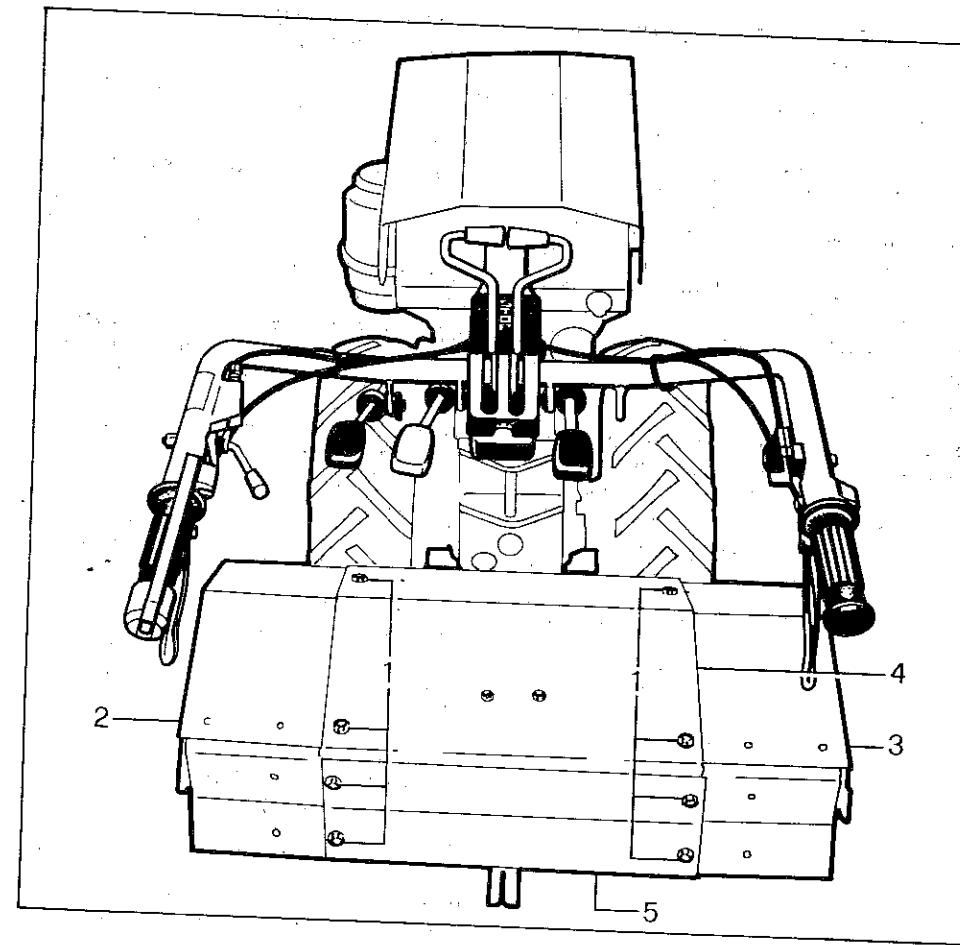

Fig. 23 - Bild 23
*The tiller is provided with an adjustable hood which can be regulated in various extensions to be made fit to the hoes working width. Adjustment procedure: remove screws (see figure 23, item 1) which hold the two side hoods (2) and (3) to the central part (4). Bring extension to the value desired and secure the side hoods again by screws (1) using the holes close to the welded nuts inside the hood. Just do the same as described to adjust lining-up (5).*
La variation aux binettes effectuée, il y aura lieu d'arranger en conséquence la largeur du capot. La fraise est dotée d'un capot réglable pouvant être placé en largeurs différentes pour s'adapter à la largeur de travail des binettes. Pour obtenir le réglage, enlever les vis (fig. 23, rep. 1) fixant les deux capots latéraux (2) et (3) à la partie centrale (4), amener la largeur à la valeur voulue et re-fixer les capots latéraux au moyen des vis (1) en se servant des trous à proximité des écrous soudés à l'intérieur du capot. Procéder comme indiqué pour arranger l'égaliseur (5).
Die Fräse ist mit einer einstellbaren Haube versehen, welche auf verschiedenen Breiten zur Anpassung an die Arbeitsbreite der Hacken angeordnet werden kann. Zur Durch-führung der Einstellung die Schrauben (Bild 23, Detail 1) zur Befestigung der beiden Sei-tenhauben (2 u. 3) von dem Mittelteil der Haube (4) entfernen, die Breite auf das ge-wünschte Mass einstellen und die Seiten-hauben durch die Schrauben (1) wieder befe-stigen. Dazu sind die Löcher zu verwenden, die sich im Bereich der im Inneren der Haube angeschweissten Muttern befinden. Zur Ein-stellung des Ausgleichers (5) in gleicher Wei-se verfahren.